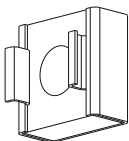
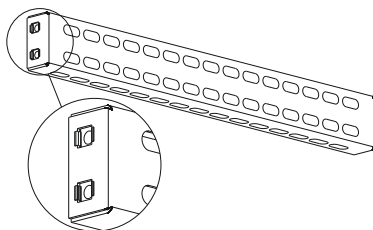

Рисунок 6
Рисунок 7
7.1 Кузовные гайки (рисунок 6) вставьте в четыре квадратных отверстия на боковых поверхностях лонжерона (рисунок 7).